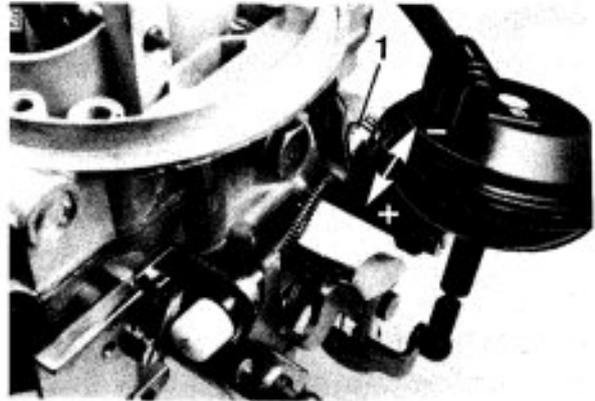

Bild 48
### 12.2 Einspritzmenge (Bild 48)
- Korrektur durch Verdrehen der Einstellmutter (1) Bild 48.